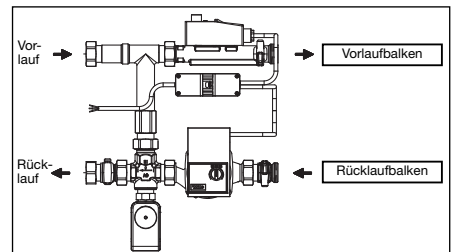

Abb. 6.2 Durchflussrichtung
- Der Rücklauf an der Regelstation liegt immer unten. Dies ist in Verbindung mit der Montage der Verteilerbalken unbedingt zu beachten (s. Abb. 6.2)!